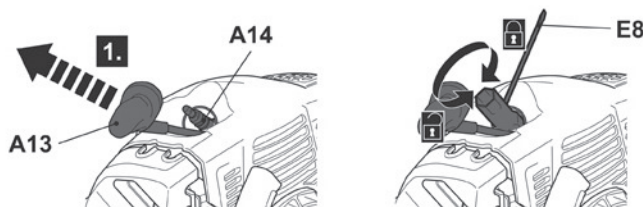

Fig. 77
- > Afloje la bujía (A14) hacia la izquierda utilizando la llave para bujías (E8) y extráigala con cuidado (Fig. 77).